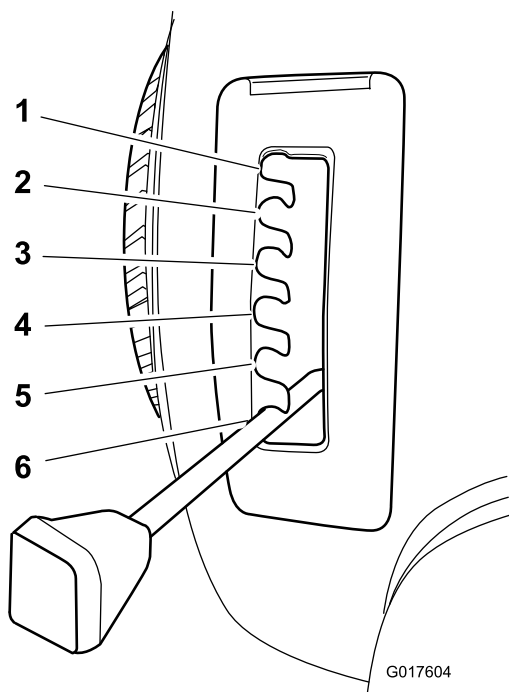

Figura 9
4. Tire de la palanca de ajuste de la altura de corte del tractor y colóquela en la posición deseada (Figura 9).